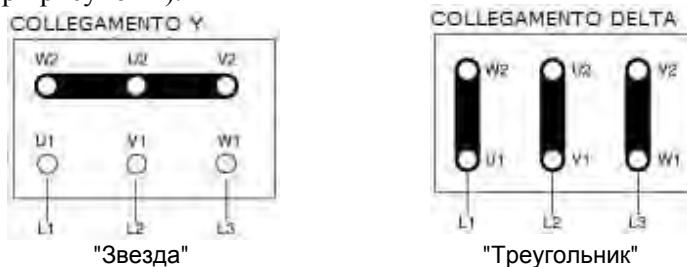

Рисунок 1
Насосы поставляются с электродвигателями трехфазного напряжения или, по требованию заказчика, монофазного напряжения. Тип подключения трехфазных двигателей может быть Звездой (U) или Треугольником (D) в соответствии с блоком питания 380 или 220 В переменного тока (смотри рисунок 1).